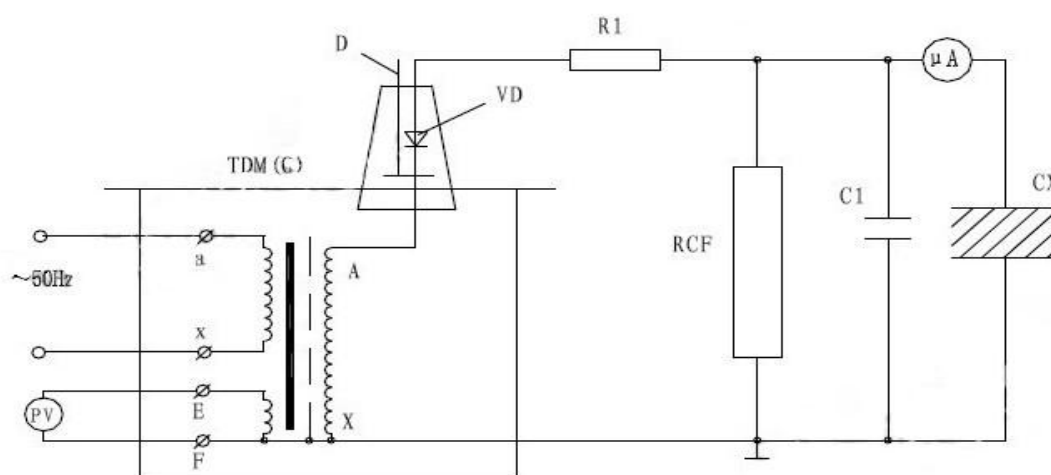

图7： 高压直流泄漏试验接线图
8、工频耐压试验成套装置在做被试品的直流耐压或泄漏试验时接线原理图如图7。
注：此试验应先抽出短路杆“D”，图7 中所示。